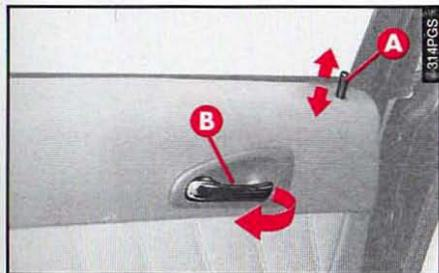

fig. 22
En appuyant sur le pommeau (A-fig. 22) des portes arrière, on obtient le verrouillage de la seule porte intéressée.
— De l'intérieur, avec le dispositif de sécurité enfant désenclenché, tirer la poignée (B-fig. 22) indépendamment de la position du pommeau (A).